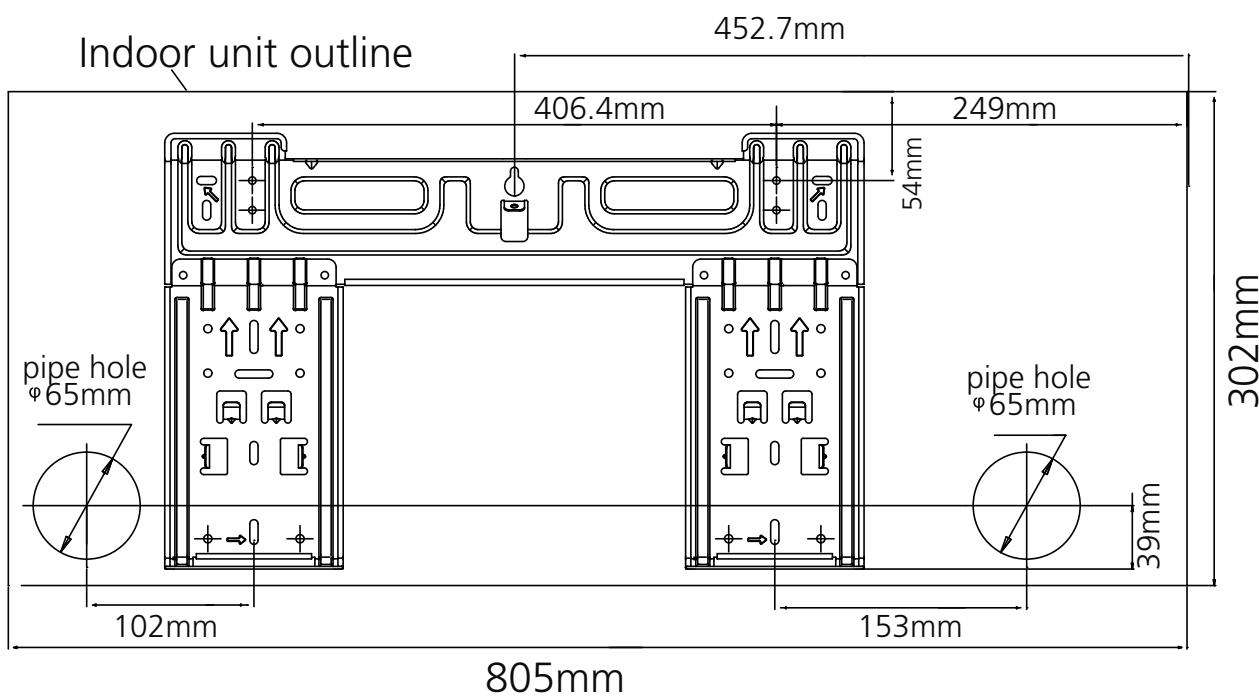

Afbeelding 7
- Breng de installatieplaat ① horizontaal op een voldoende stevige wand aan en houd een ruimte rond de installatieplaat aan. Zie afbeelding 7
- Als de wand is gemaakt van baksteen, beton of een vergelijkbaar materiaal, dienen acht gaten met een diameter van 5 mm in de wand te worden geboord. Breng de pluggen ② voor de desbetreffende bevestigingsschroeven ③ aan.
- Monter de installatieplaat ① op de wand met acht schroeven van het type "A" ③.